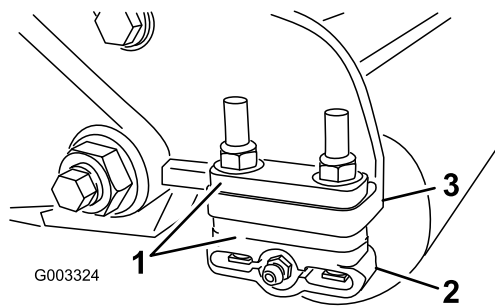

图15
1. 根据剪草高度表将所需数量的隔片放在侧板安装法兰 **图15** 下将后滚筒支架 **图15** 调节到所需的剪草高度范围。